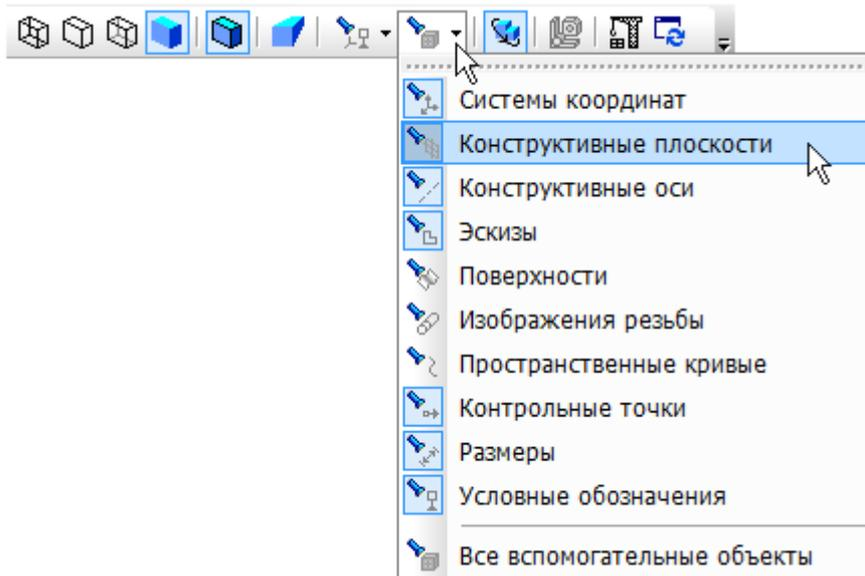

Рисунок 21.
- Сразу после построения плоскость пропадет с экрана. Для того, чтобы увидеть плоскость, откройте список кнопки **Скрыть все объекты** в компонентах и включите режим отображения конструктивных плоскостей (рис. 21).